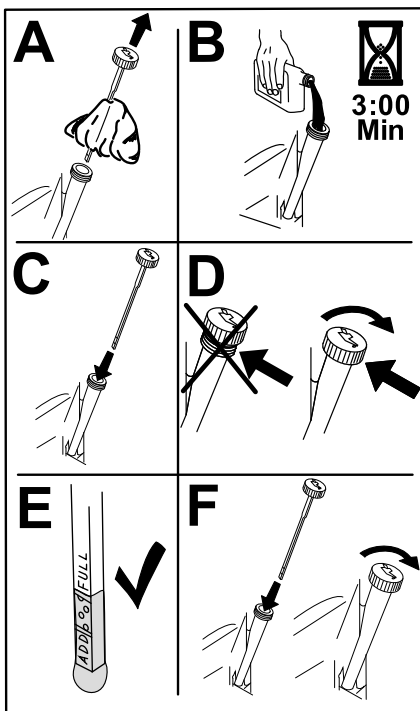

Figure 36
6. Versez lentement environ 80 % de l'huile spécifiée dans le tube de remplissage, puis faites l'appoint lentement jusqu'à ce que le niveau atteigne le repère maximum (Full) (Figure 36).